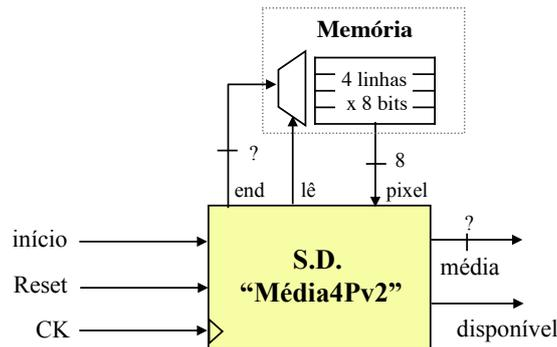

Fig. 4: interfaces do sistema digital “Média4Pv2”.
mostradas na Fig. 4. Os 4 pixels estão armazenados em uma memória externa que possui 4 linhas de 8 bits cada. "Média4Pv2" possui um estado inicial "S0", o qual corresponde ao estado de reset (assíncrono). Neste estado a saída "disponível" deve valer "1". Quando o sinal de entrada "início" vale "1", "Média4Pv2" inicia o cálculo da média, etapa na qual o sinal "disponível" deve valer "0". Para a realização do cálculo da média os pixels precisam ser lidos da memória (um a um) e somados. Ao final, o resultado da média é armazenado em um registrador de saída denominado "média". As seguintes restrições devem ser observadas:
- Cada pixel é representado como um número inteiro sem sinal, com 8 bits. Assim, cada linha da memória da Fig. 4 armazena somente um pixel.